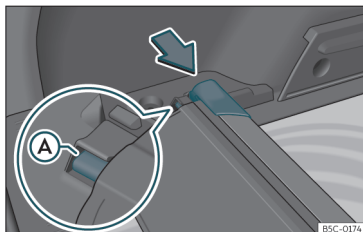

Fig. 121 Nel bagagliaio: alloggiamento per la riposizione del pianale avvolgibile.
- Spingere la testa del pianale avvolgibile nel senso della freccia fino a fissarla nell'apposito alloggiamento >>> fig. 121. Assicurarsi che il pattino (A) si adatti all'alloggiamento corrispondente.